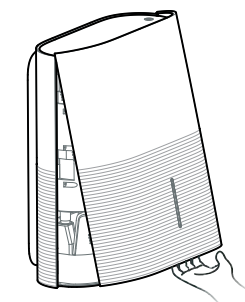

Рис. 22
1. Снимите лицевую панель, ухватившись за нижнюю кромку самой панели. С небольшим усилием потяните на себя (см. рисунок 22);